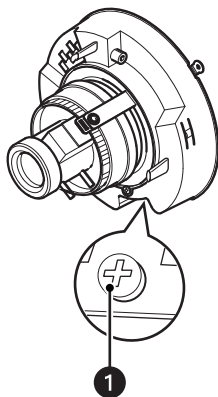

Figura 20. Apertando o parafuso de fixação da câmera
1. Fixe a câmera ao acessório da câmera com o parafuso de fixação Phillips M3 da câmera. Consulte Figura 20. O torque de aperto recomendado é 0,78 N·m (0,58 lb. pé).